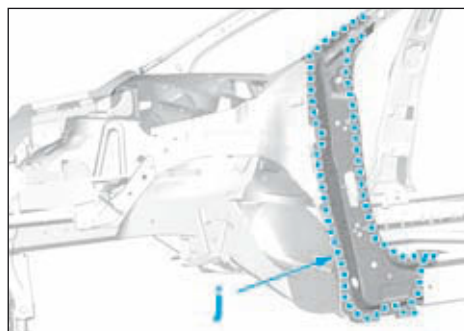

FIG.48
- Souder le renfort du pied avant par points électriques en (j) (Fig.48).